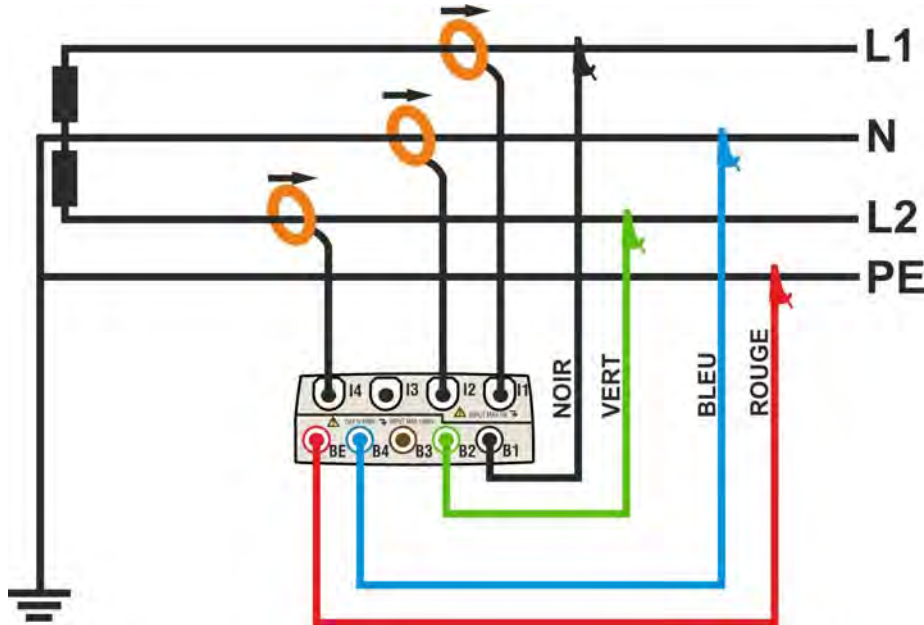

Fig. 173 : Connexion de l'instrument dans un système 1PH3W
2. Connecter les câbles de mesure de la tension sur les conducteurs de Phase L1, L2, N PE, selon les couleurs de la Fig. 173
3. Connecter les pinces de courant sur les conducteurs de phase L1, L2, N comme il est montré à la Fig. 173 **en respectant le sens de la flèche** présente sur la pince qui indique la direction conventionnelle du courant du générateur vers la charge. **Sur les pages-écrans « Valeurs temps réel », (en sélectionnant au préalable le système 3 fils) vérifier toujours que la valeur des Puissances Actives P1, P2 est positive et que les facteurs de puissance Pf1, Pf2 relatifs à la charge sont normalement inductifs**, avant de démarrer un enregistrement. Tourner la pince de 180° sur les conducteurs concernés en cas de valeurs négatives des puissances actives.